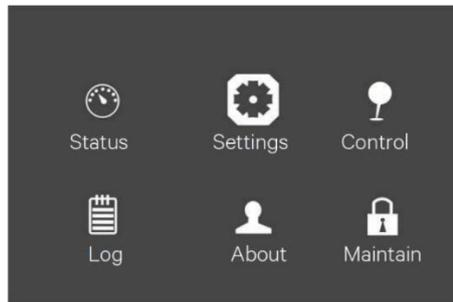

図 2-31 メインメニュー画面
- 1) メインメニュー画面で、矢印キー  または  で[Setup]メニューを選択し、 を押して設定画面に移動する(図 2-31 参照)。